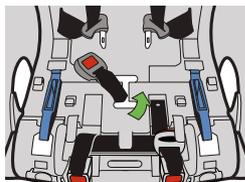

Figure 93
- Faites glisser la sangle d'un côté de la fente de sangle d'entrejambe et poussez le bord de la sangle dans la fente de réglage, tel qu'illustré dans la **Figure 93**.